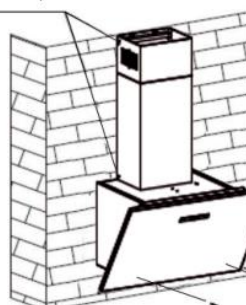

Рис. 5
5. Закрепите внутренний и внешний короба к креплениям с помощью 2 болтов (ST4*8мм). Закрепите корпус болтами (ST4*30 мм) (см. рисунок 5).